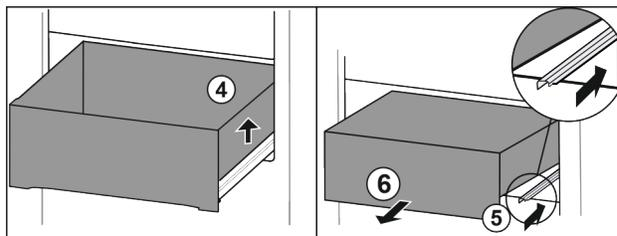

Fig. 73
- ▶ Soulever le tiroir sur la droite. Fig. 73 (4)
- ▶ Rentrer le rail de droite. Fig. 73 (5)
- ▶ Retirer le tiroir par l'avant. Fig. 73 (6)